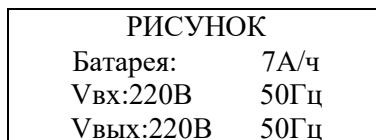

Рис.2: Интерфейс основного состояния
2) Нажмите клавишу «ESC» / < или кнопку ►, вы перейдете в интерфейс основного состояния, см. рис. 2 ниже